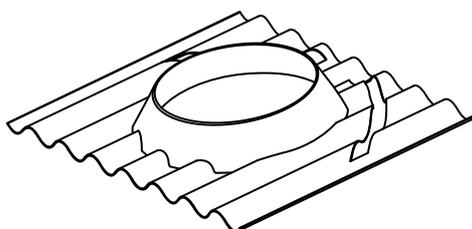
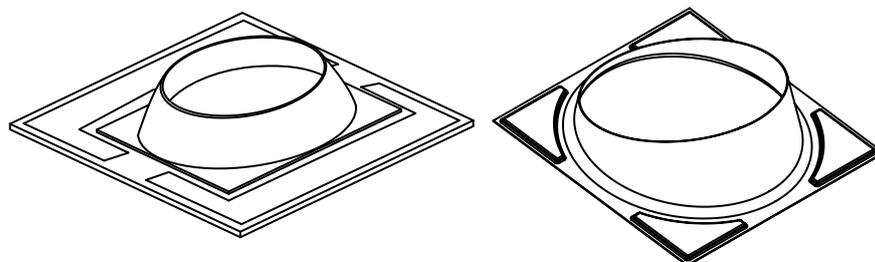

Fig. 05. Tejadillo ondulado
Fig. 06. Tejadillo plano cúpula y tejadillo plano recto.
- **Tejadillo:** Pieza concebida para la colocación de la chimenea en el tejado adaptando la verticalidad de la chimenea con la pendiente del tejado. (Fig. 05 y Fig. 06)